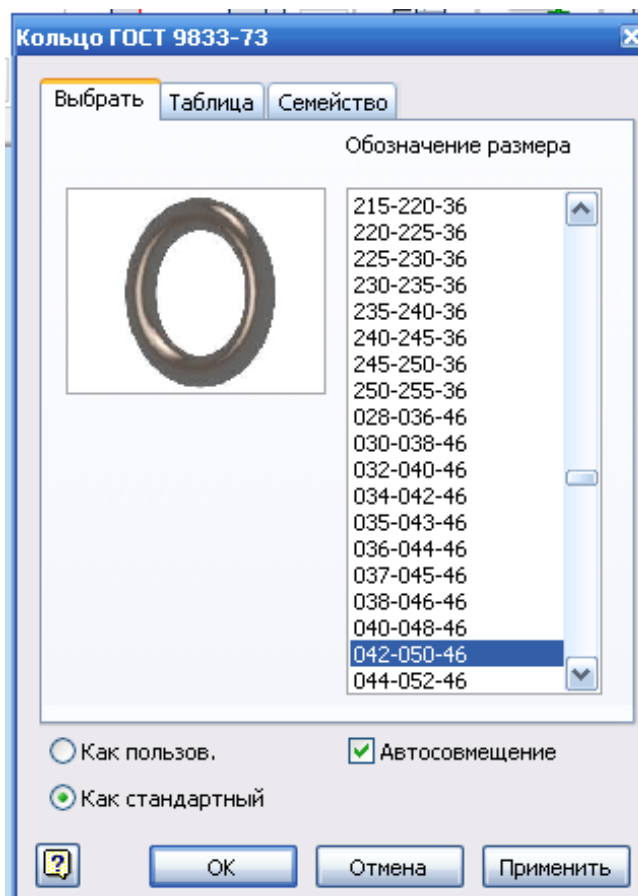

Рис. 3.63. Диалоговое окно **Кольцо ГОСТ**
- В диалоговом окне **Кольцо ГОСТ 9833-73** необходимо выбрать размер кольца **042-050-46** (рис. 3.63) (если Вы затрудняетесь в выборе размера, откройте вкладку **Таблица**, где подробно описаны типовые размеры).